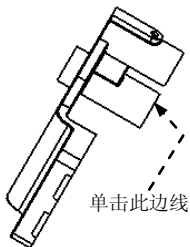

图 11.2.15 选取参考
(1) 在“绘图视图”对话框中选取 **类别** 区域中的 **可见区域** 选项, 在 **视图可见性** 下拉列表中选择 **局部视图** 选项。
(2) 绘制局部视图的边界线。
① 在系统  **选择新的参考点。单击“确定”完成。** 的提示下, 单击图 11.2.15 所示的边线。